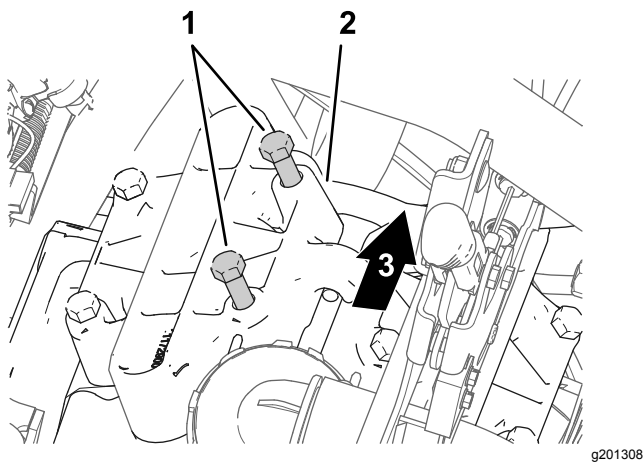

Figura 178
1. Na cabeça da bomba localizada na posição das 11 horas, desaperte os dois parafusos como se mostra na Figura 178 para fornecer uma folga de 7 a 10 mm entre a cabeça dos parafusos e a bomba.